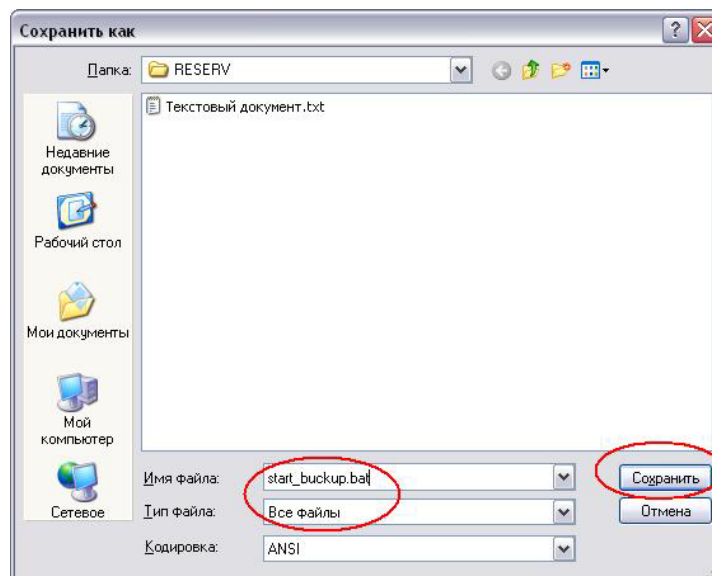
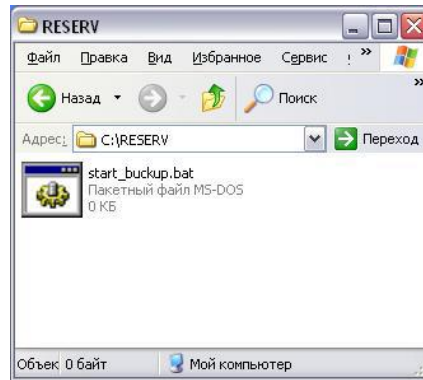

Рис. 7.12. Назначение имени и расширения файла
Рис. 7.13. Созданный командный файл
- В диалоговом окне *Сохранить как* укажите имя файла и расширение *bat*. Нажмите кнопку *Сохранить* (Рис. 7.12). В результате будет создан файл с расширением *bat* — командный файл (Рис. 7.13).